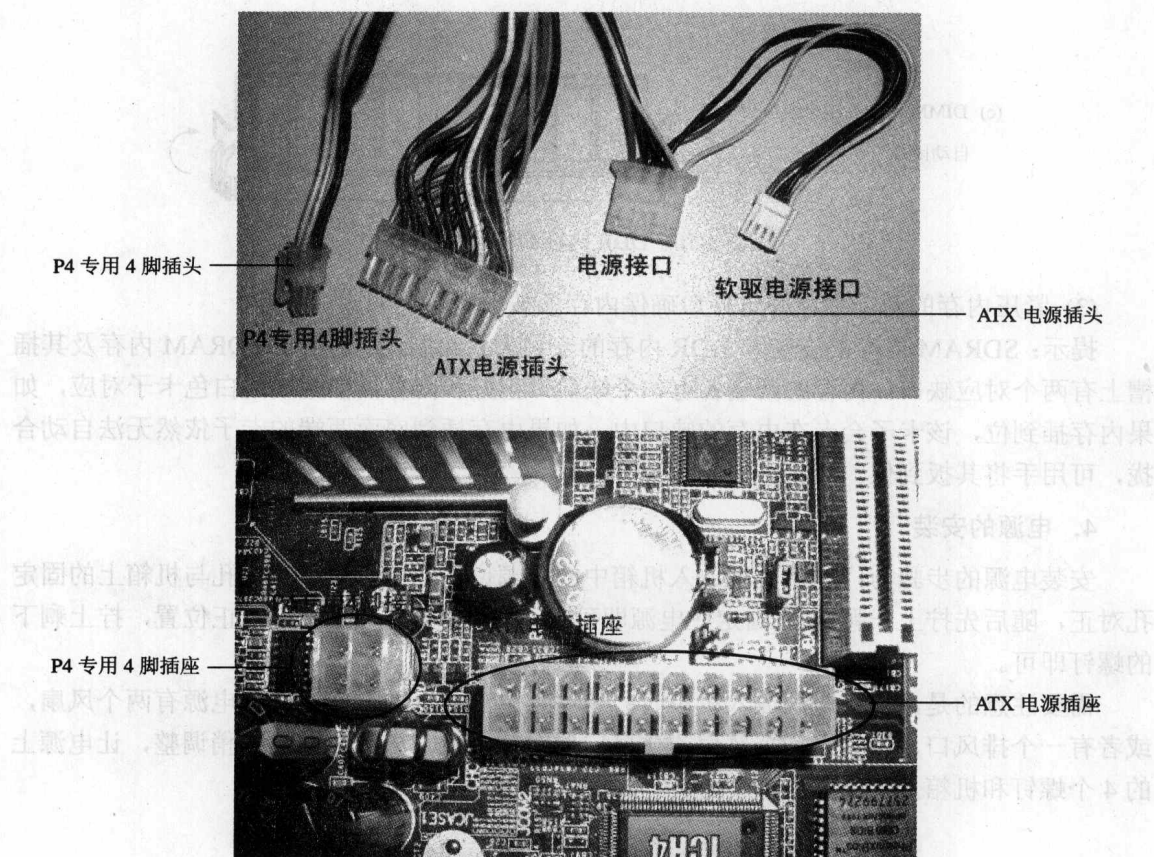

图 1-12 电源插头和接口
芯的小驱动器专用插头。20 芯的主板插头只有一个，且具有方向性，可以有效地防止误插，插头上还带有固定装置可以钩住主板上的插座，不至于让接头松动导致主板在工作状态下突然断电。四芯的驱动器电源插头用处最广泛，所有的 CD-ROM、DVD-ROM、CD-RW、硬盘甚至部分风扇都要用到它。四芯插头提供了+12V 和+15V 两组电压，一般黄色电线代表+12V 电源，红色电线代表+15V 电源，黑色电线代表 0V 地线。这种四芯插头电源提供的数量是最多的，如果不够用，可以使用一转二的转接线。四芯小驱动器专用插头原理和普通四芯插头一样，只是接口形式不同，是专为传统的小驱供电设计的，如图 1-12 所示。
- ④ 将主板固定孔对准螺柱和塑料钉，用螺钉将主板固定好。
- ⑤ 将电源插头插入主板上相应插口中。ATX 主板上普遍具备 ATX 电源接口，将电源上同样外观的插头插入该接口即可完成对 ATX 电源的连接。图 1-12 为奔腾 4 主板和电源中独具的电源接头，一一对应插好即可。
(2) 连接机箱接线。